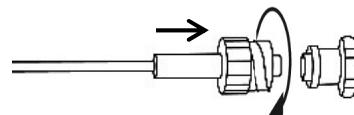

Abbildung 2
3. Die Probenahmeleitung (Luer-Steckverbindung) mit dem Atemgasmonitor verbinden, siehe Abbildung 2. Die Luer-Steckverbindung im Uhrzeigersinn drehen, um eine feste Verbindung herzustellen, so dass kein Gas aus dem Anschlusspunkt austreten kann.